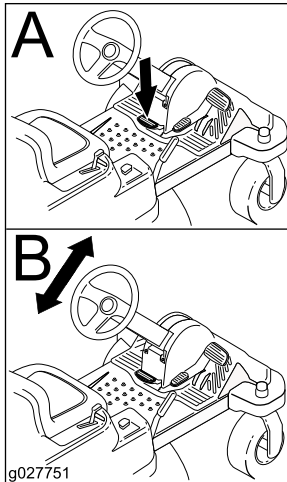

Figura 16
2. Posizionate il volante nella posizione desiderata (Figura 16).